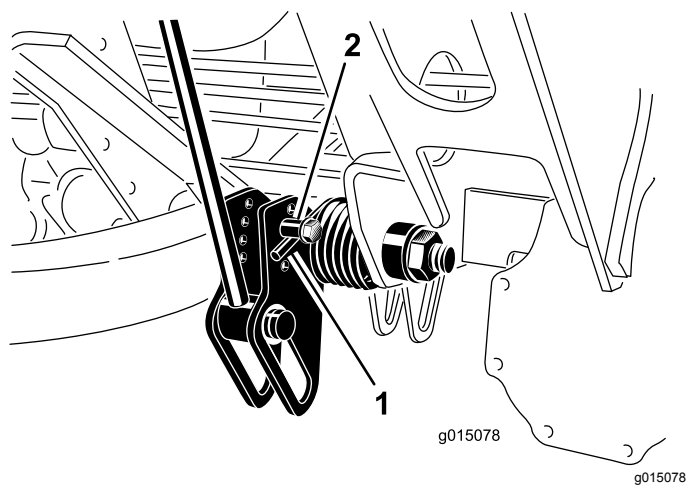

Рисунок 58
- Наденьте на длинный конец пружины трубу или аналогичный предмет, чтобы снять натяжение пружины во время регулировки (Рисунок 58).
- Ослабляя натяжение пружины, отверните болт и контргайку крепления пружинного привода к кронштейну (Рисунок 58).